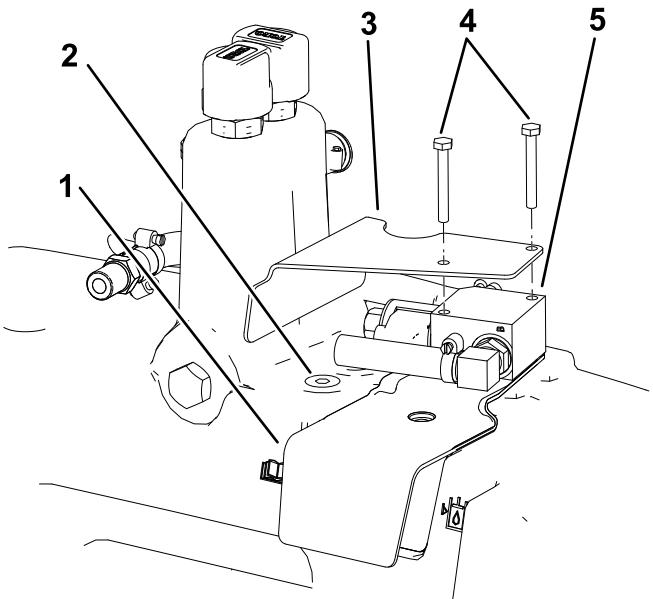

Figura 8
1. Válvula de solenoide 2. União hidráulica de 90° (2)
5. Instale uma união hidráulica de 90° com rebordo no depósito hidráulico principal (Figura 8).